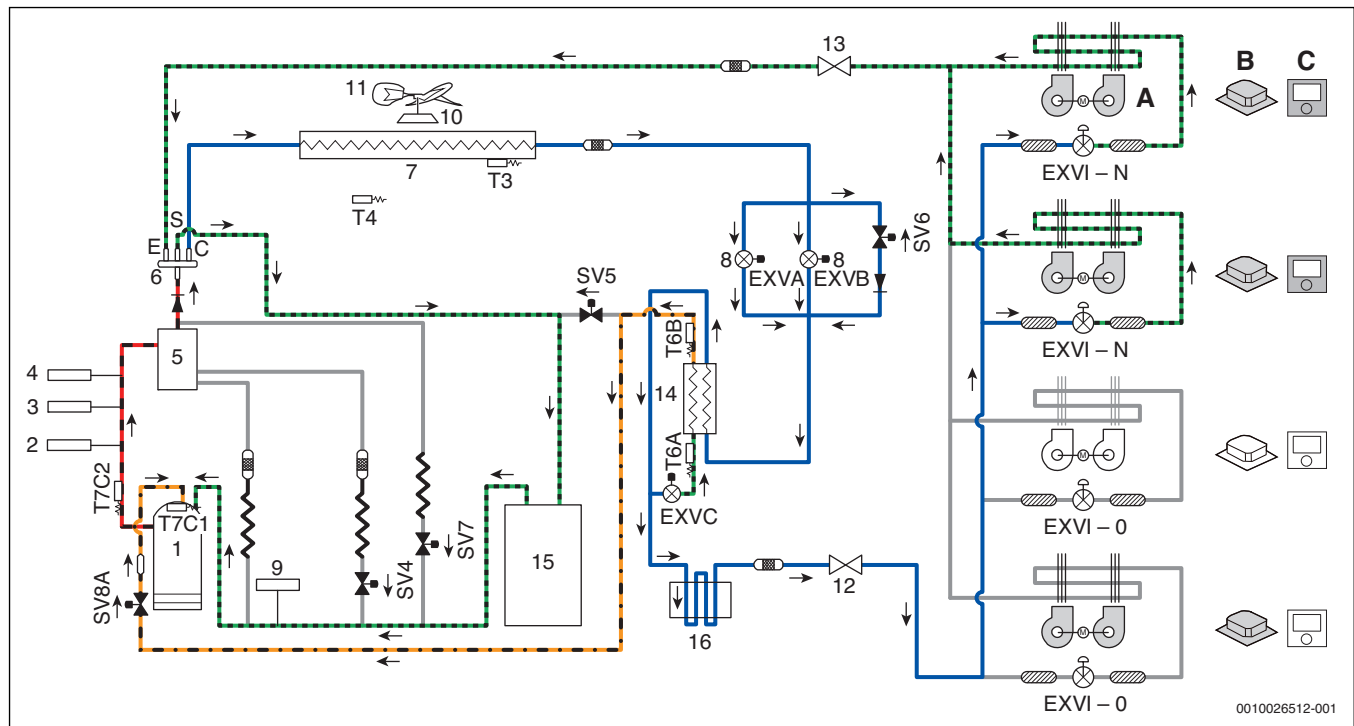

Рис. 14 Режим охлаждения
**Обозначения на рис. 14– 17:**